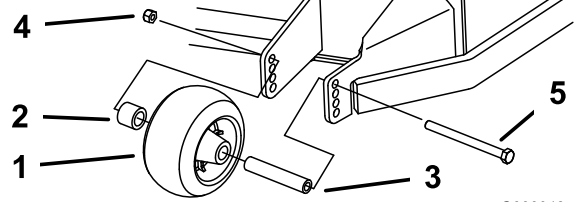
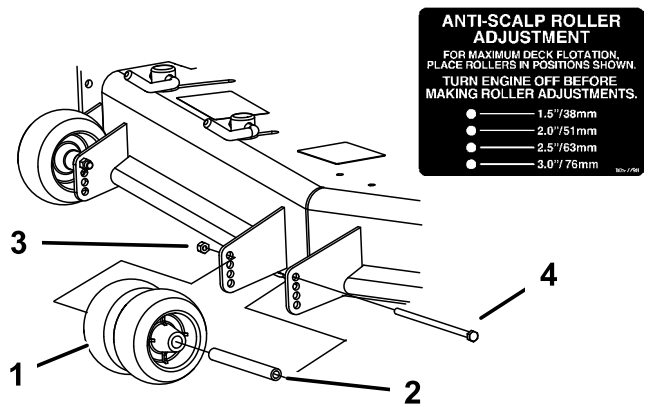
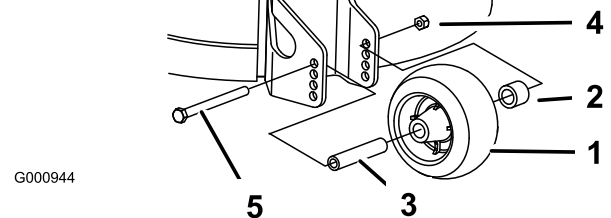

Figura 22
Figura 23
Figura 24
3. Después de ajustar la altura de corte, ajuste los rodillos retirando la tuerca con arandela prensada, el casquillo, el espaciador y el perno (Figura 22, Figura 23, y Figura 24).
- Nota:** Los dos rodillos centrales no tendrán espaciador (Figura 23).
5. Instale la tuerca con arandela prensada, el casquillo, el espaciador y el perno. Apriete a 54–61 Nm (40–45 pies-libra) (Figura 22, Figura 23 y Figura 24).